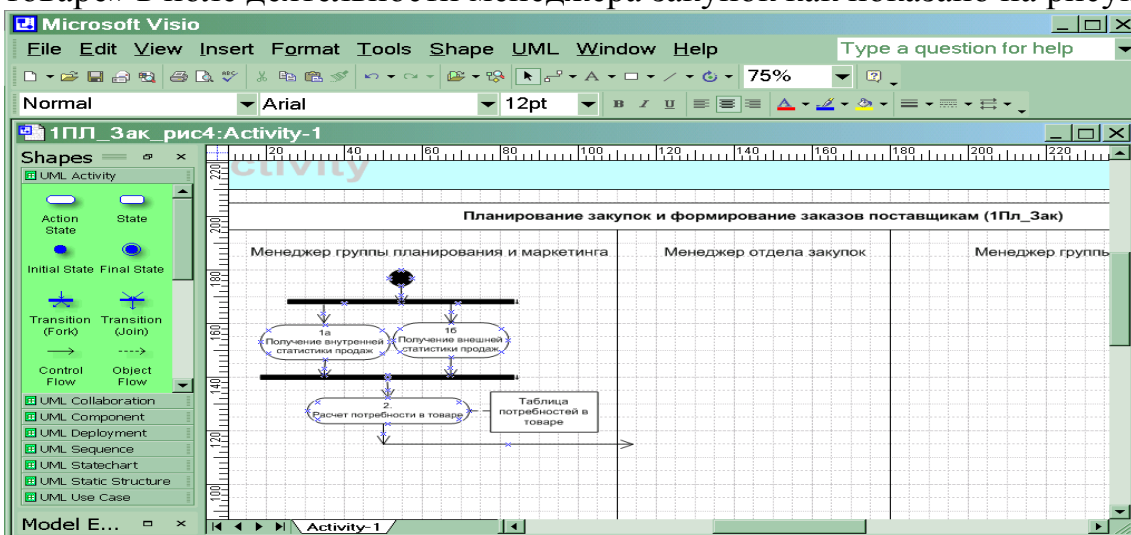

Рис.4 Диаграмма действий менеджера группы планирования и маркетинга
17. В результате на диаграмме (рис. 4) получите изображение действий (операций), осуществляемых менеджером группы планирования и маркетинга.